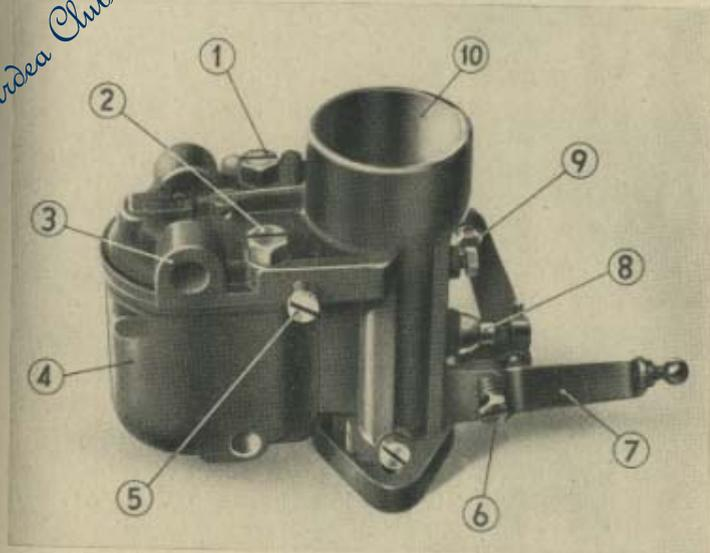
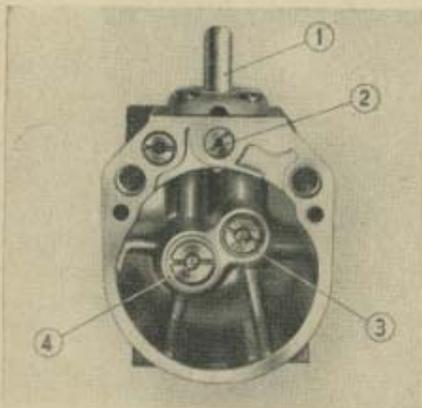

Fig. 11. - Vista esterna del carburatore.
Fig. 12 - Parte interna della vaschetta del carburatore.
Il carburatore è del tipo 30 VIML « Zenith » con dispositivo di avviamento (vedi fig. 11).
Per eseguire la pulizia del carburatore è necessario allentare le due viti (1) e (2), smontare la vaschetta (4) (vedi fig. 11) e quindi il getto principale (3) ed il getto compensatore (4) (essa contenuti (vedi fig. 12).